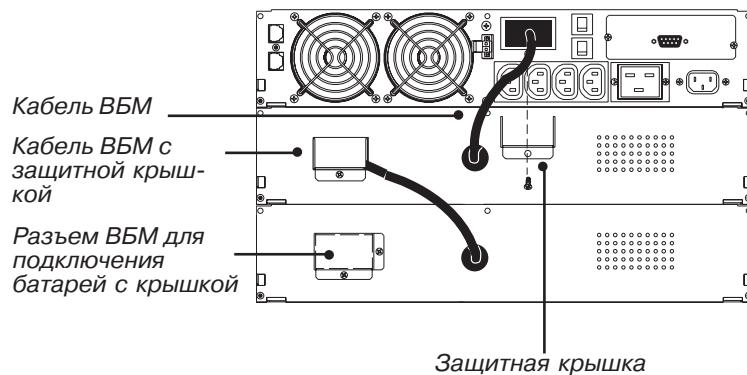

Рисунок 14. Подключение ВБМ для моделей 230В
7. Подсоедините кабель ВБМ к разъему для подключения батарей (см. рис. 14).
8. Прикрепите защитную крышку (поставляется в дополнительном наборе) к кабелю ВБМ, как показано на рис. 14.